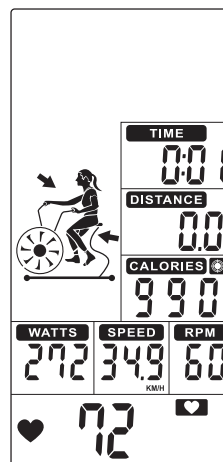

FIGURA 44
- El valor de CALORÍAS preestablecido cuenta regresivamente, TIEMPO (PANTALLA 3), DISTANCIA (PANTALLA 4), WATTS (PANTALLA 6), VELOCIDAD (PANTALLA 2) y RPM (PANTALLA 1) comienzan a contar. (Figura 44)